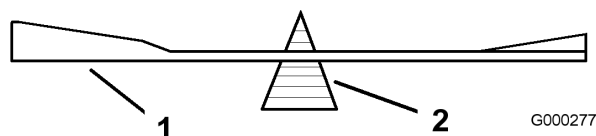

Figura 42
2. Verifique el equilibrio de la cuchilla colocándola sobre un equilibrador de cuchillas (Figura 42). Si la cuchilla se mantiene horizontal, está equilibrada y puede utilizarse. Si la cuchilla no está equilibrada,
rebaje algo el metal en la parte de la vela solamente (Figura 42). Repita este procedimiento hasta que la cuchilla esté equilibrada.